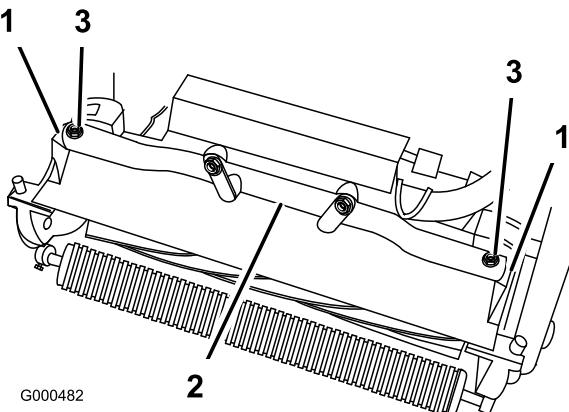

Figura 45
- Retire los 2 pernos que fijan los brazos de pivote de la unidad de corte al tubo del bastidor de la unidad de tracción (Figura 45).
- Gire hacia adelante los brazos de pivote (Figura 45) y apoye la unidad de tracción sobre el soporte bloqueado.